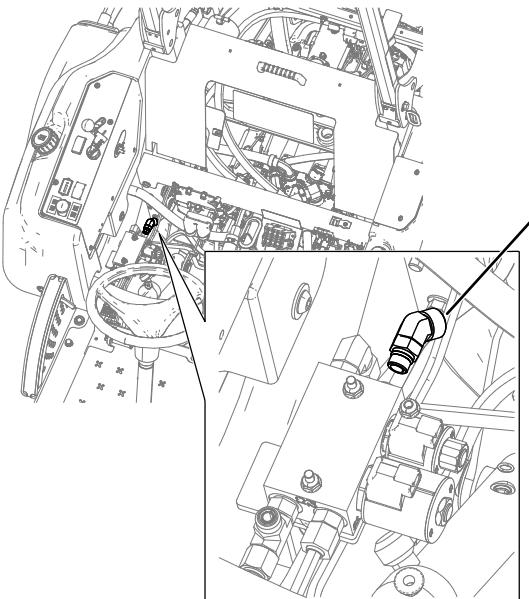

Bild 19
5. Klappen Sie den Sitz der Maschine hoch und befestigen Sie das 45°-Anschlussstück, wie in Bild 19 abgebildet.